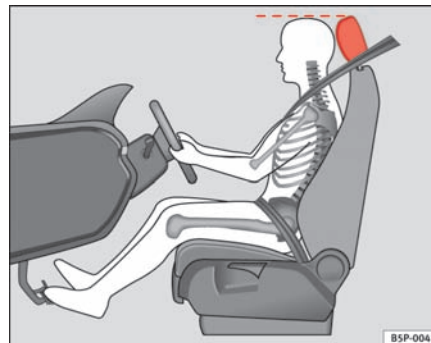

Fig. 2 Sådan sidder førerens hovedstøtte korrekt.
- Indstil hovedstøtten således, at hovedstøttens øverste kant er på højde med den øverste del af dit hoved eller så tæt som muligt på den øverste del af dit hoved ⇒ fig. 2.